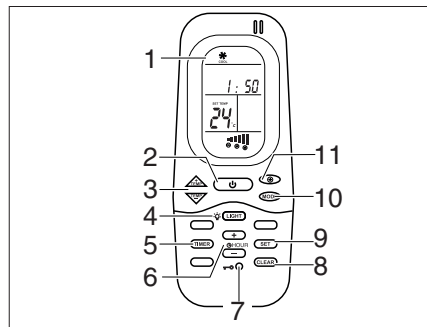
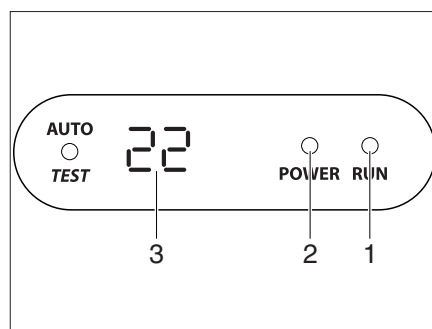

Bild 311 Fernbedienung
Bild 312 Display am Diffusor
Die Klimaanlage ist auf dem Dach des Fahrzeugs angebracht. Die Fernbedienung (Bild 311) für die Klimaanlage befindet sich im Küchenbereich.
- Fahrzeug an die 230-V-Versorgung anschließen. Die Klimaanlage ist betriebsbereit. Die LED (Bild 312,2) am Display des Diffusors leuchtet rot.
- Zum Einschalten den Ein-/Ausschalter (Bild 311,2) auf der Fernbedienung drücken. Die LED (Bild 312,1) leuchtet grün, wenn die Klimaanlage im Kühlbetrieb arbeitet. Die LED (Bild 312,1) leuchtet rot, wenn die Klimaanlage im Heizbetrieb arbeitet.
- Die gewünschte Betriebsart mit der Taste MODE (Bild 311,10) einstellen.
- Bei Bedarf mit der Taste (Bild 311,11) die gewünschte Gebläsestufe und mit den Tasten (Bild 311,3) die Raumtemperatur einstellen.
- Zum Ausschalten den Ein-/Ausschalter (Bild 311,2) auf der Fernbedienung erneut drücken.
- Zum Programmieren die Klimaanlage mit dem Ein-/Ausschalter (Bild 311,2) auf der Fernbedienung einschalten.
- Taste TIMER (Bild 311,5) drücken. Die ON-Anzeige der Startzeit wird aktiviert.
- Mit den Tasten TEMP (+/-) (Bild 311,3) die Uhrzeit einstellen.
- Erneut die Taste TIMER (Bild 311,5) drücken. Die OFF-Anzeige der Startzeit wird aktiviert.
- Erneut die Taste TIMER (Bild 311,5) drücken.
- Am Ende der Einstellung die Taste SET (Bild 311,9) drücken.
- Um die Timer-Programmierung zu löschen, Taste CLEAR (Bild 311,8) drücken.